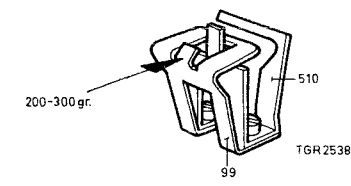

Fig. 5
La forza necessaria nella posizione riproduzione per staccare il rullo pressore dal capstan, deve essere compresa fra 150 + 190 gr (dinamometro 4822 395 80028). Questa forza è regolabile mettendo la molla di torsione in un foro più distante come indicato in fig. 5. In riproduzione la distanza tra la leva del rullo pressore e la came A si deve staccare di 0,5 mm almeno. Si può regolare detta distanza curvando la came A.
Controllo della molla di pressione 88 (vedi fig. 5)
- La forza di pressione sulla cassetta deve essere compresa fra 200 e 300 gr. Misurare questa forza con un dinamometro (vedi fig. 5).